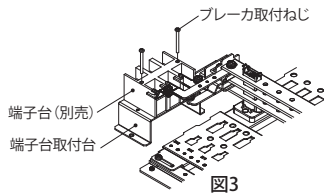

図3
- ③付属のタッピンねじ4×35にて端子台(別売)を取付台に固定してください。(図3)